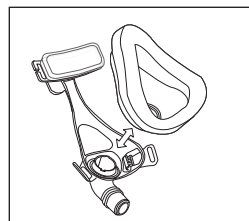

Figura 9
2. **Almohadillado de la mascarilla** - Utilice los pulgares para empujar el almohadillado más allá de las lengüetas de retención del codo y presione para colocar en su sitio (Figura 9).